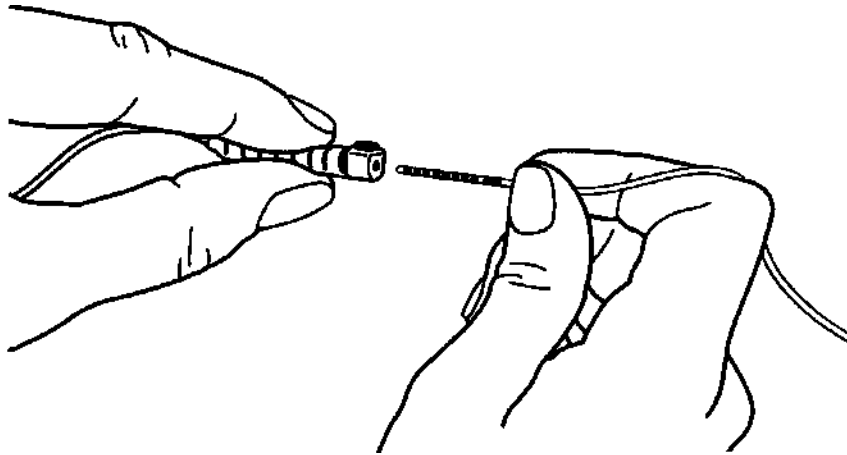

Рисунок 30. Возьмитесь за электрод для ГСМ и центр разъема удлинителя электрода перед введением
2. Возьмитесь за электрод для ГСМ рядом с фиксирующим рукавом одной рукой. Другой рукой возьмитесь за удлинитель в центре разъема удлинителя (Рисунок 30).